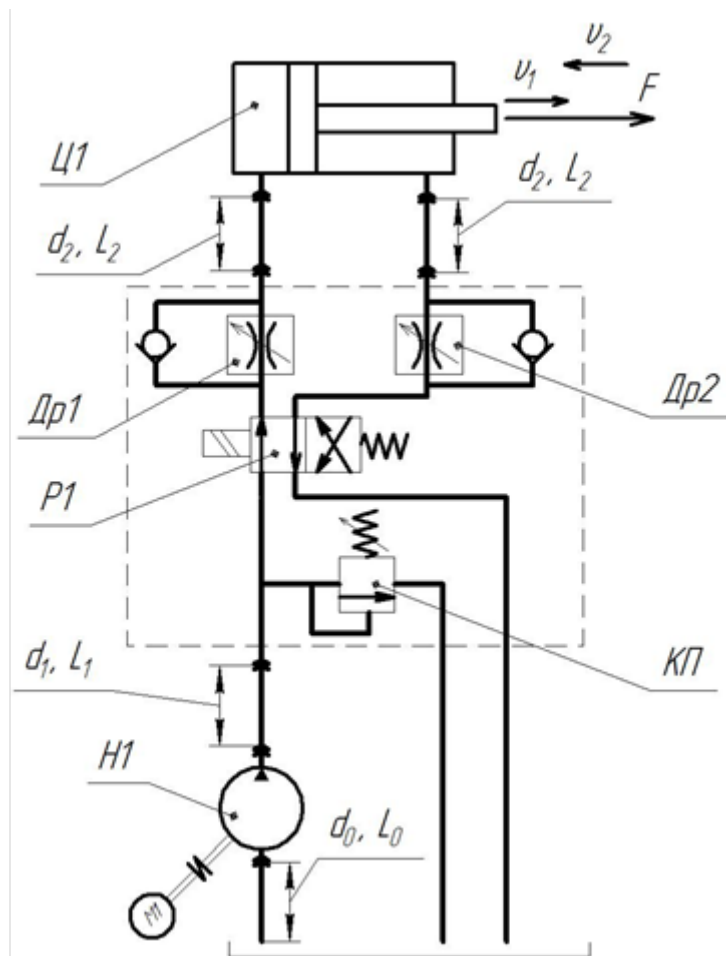

Рис. 15
26. Рассчитать основные характеристики насоса (рис. 15) (производительность  $Q$ , мощность  $N$ , рабочее давление  $p$ ), трубопроводов (диаметр условного прохода  $D_y$ ) и гидроаппаратов для управления гидроцилиндром Ц1 на штоке которого развивается усилие  $F$  и скорость  $v_1$  при движении вправо, при движении влево - скорость  $v_2$ . Подобрать модели основных гидроаппаратов (с учетом номинальных расходов, потерь давления, величины утечек) и параметры трубопроводов из стандартного ряда, при следующих исходных данных:  $F=15 \text{ кН}$ ,  $v_{1\text{min}}=3 \text{ м/мин}$ ,  $v_{1\text{max}}=15 \text{ м/мин}$ ,  $v_2=10 \text{ м/с}$ ,  $L_0=0,8 \text{ м}$ ,  $L_1=1,2 \text{ м}$ ,  $L_2=2,6 \text{ м}$ .
27. Рассчитать основные характеристики насоса (рис. 15) (производительность  $Q$ , мощность  $N$ , рабочее давление  $p$ ), трубопроводов (диаметр условного прохода  $D_y$ ) и гидроаппаратов для управления гидроцилиндром Ц1 на штоке которого развивается усилие  $F$  и скорость  $v_1$  при движении вправо, при движении влево - скорость  $v_2$ . Подобрать модели основных гидроаппаратов (с учетом номинальных расходов, потерь давления, величины утечек) и параметры трубопроводов из стандартного ряда, при следующих исходных данных:  $F=5 \text{ кН}$ ,  $v_{1\text{min}}=4 \text{ м/мин}$ ,  $v_{1\text{max}}=12 \text{ м/мин}$ ,  $v_2=12 \text{ м/с}$ ,  $L_0=0,5 \text{ м}$ ,  $L_1=3 \text{ м}$ ,  $L_2=2,4 \text{ м}$ .
28. Рассчитать основные характеристики насоса (рис. 15) (производительность  $Q$ , мощность  $N$ , рабочее давление  $p$ ), трубопроводов (диаметр условного прохода  $D_y$ ) и гидроаппаратов для управления гидроцилиндром Ц1 на штоке которого развивается усилие  $F$  и скорость  $v_1$  при движении вправо, при движении влево - скорость  $v_2$ . Подобрать модели основных гидроаппаратов (с учетом номинальных расходов, потерь давления, величины утечек) и параметры трубопроводов из стандартного ряда, при следующих исходных данных:  $F=8 \text{ кН}$ ,  $v_{1\text{min}}=2 \text{ м/мин}$ ,  $v_{1\text{max}}=12 \text{ м/мин}$ ,  $v_2=16 \text{ м/с}$ ,  $L_0=0,3 \text{ м}$ ,  $L_1=1,7 \text{ м}$ ,  $L_2=3,2 \text{ м}$ .
29. Рассчитать основные характеристики насоса (рис. 15) (производительность  $Q$ , мощность  $N$ , рабочее давление  $p$ ), трубопроводов (диаметр условного прохода  $D_y$ ) и гидроаппаратов для управления гидроцилиндром Ц1 на штоке которого развивается усилие  $F$  и скорость  $v_1$  при движении вправо, при движении влево - скорость  $v_2$ . Подобрать модели основных гидроаппаратов (с учетом номинальных
30. Рассчитать основные характеристики насоса (рис. 15) (производительность  $Q$ , мощность  $N$ , рабочее давление  $p$ ), трубопроводов (диаметр условного прохода  $D_y$ ) и гидроаппаратов для управления гидроцилиндром Ц1 на штоке которого развивается усилие  $F$  и скорость  $v_1$  при движении вправо, при движении влево - скорость  $v_2$ . Подобрать модели основных гидроаппаратов (с учетом номинальных расходов, потерь давления, величины утечек) и параметры трубопроводов из стандартного ряда, при следующих исходных данных:  $F=6$  кН,  $v_{1\min}=2$  м/мин,  $v_{1\max}=20$  м/мин,  $v_2=30$  м/с,  $L_0=0,4$  м,  $L_1=1,3$  м,  $L_2=2,7$  м.